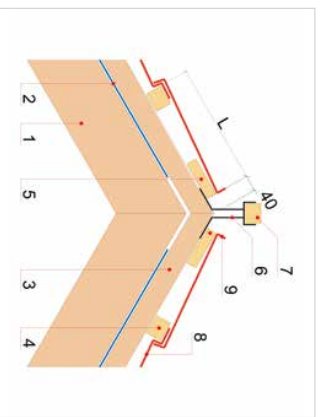

Рисунок 20
5.5.4 При монтаже верхних неполноразмерных панелей измеряется расстояние (L) от нижнего края нижнего бруса до верхнего края верхней бруса шатовой обрешетки (глиняя стига) (Рисунок 20). К этому расстоянию добавляется 20 мм (глиняя рез). Панели подгибаются и режутся, далее крепятся к нижнему и верхнему брусам шатовой обрешетки.